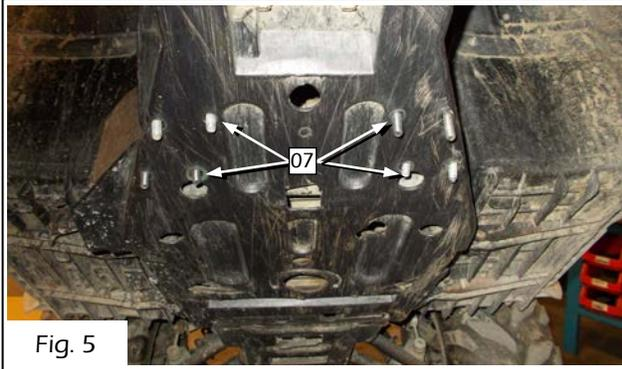

Fig. 5
- 5) Passez les quatre (4) boulons en U **07** dans les trous préalablement percés (consultez la figure 5).
- 5) Pass the four (4) U-bolts **07** in the holes previously drilled (see Figure 5).